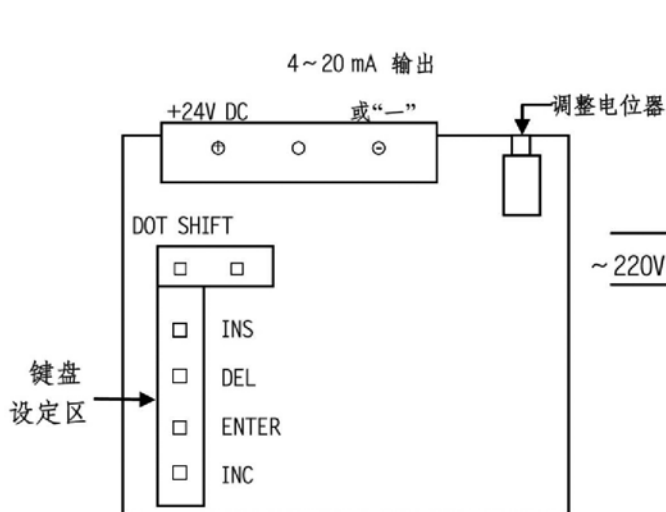

图3
24V·DC 供电接线见图3；
2. 与上位机连接图见图3.